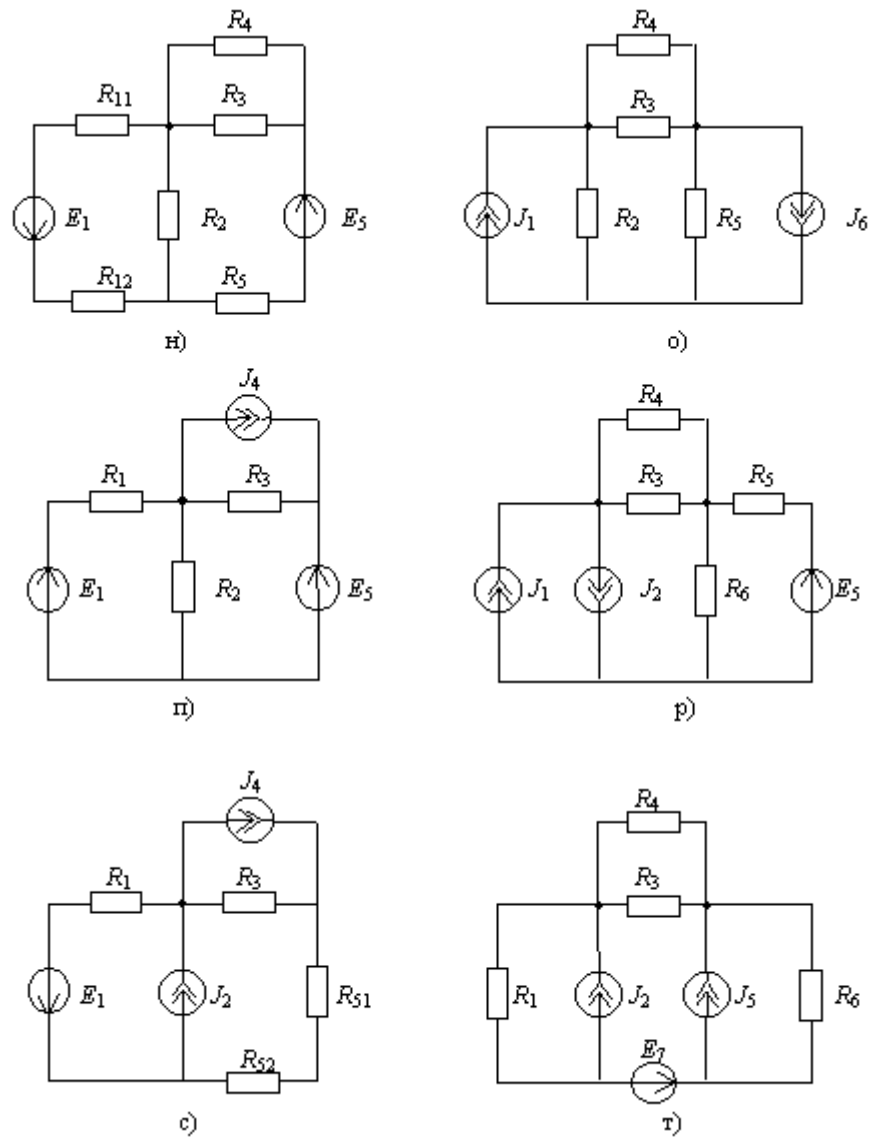

Рис. 2
**Задача 2.** Для электрической цепи, варианты схем которой изображены на рис. 2, определить входное сопротивление  $R_{вх}$  относительно каждой из двух ветвей, номера которых указаны в четвертом столбце таблицы 2.
**Задача 4.** Варианты схем электрической цепи приведены на рис. 2. Определить токи, напряжения и мощности в элементах, номера которых приведены в пятом столбце таблицы 2. Параметры элементов цепи приведены в таблице 2.